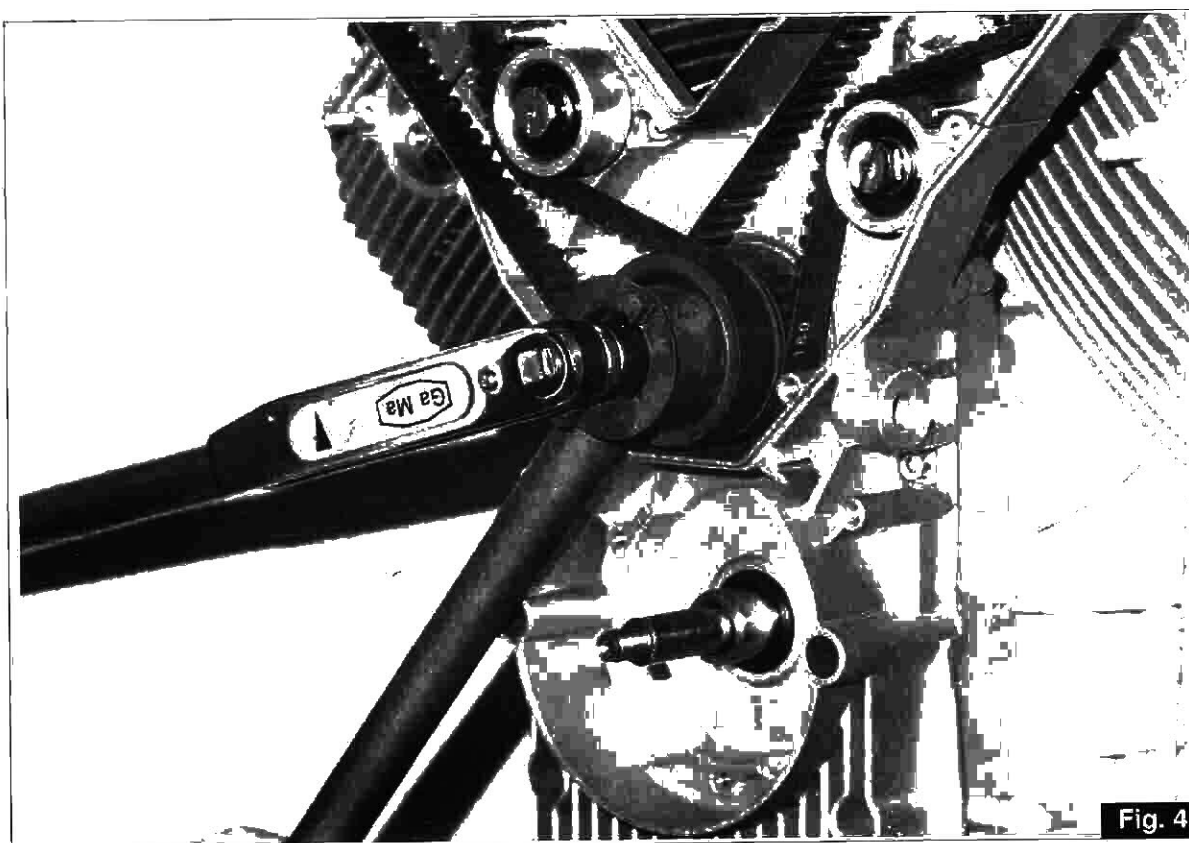

Fig. 4
- Utilizzando l'apposito attrezzo di tenuta cod. 30 92 76 00 allentare il dado di fissaggio delle pulegge sull'albero di servizio (fig. 4).
- Using the appropriate seal tool cod. 30 92 76 00, loosen the nut securing the pulleys on the service shaft (fig.4).